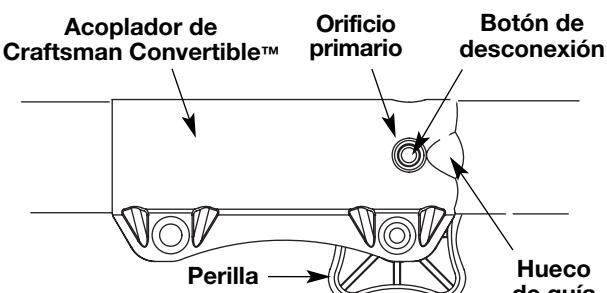
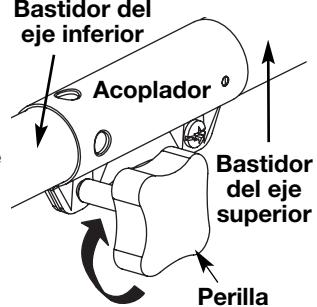

Fig. 9
Fig. 10
3. Mientras que firmemente sostiene el accesorio, empújelo derecho en el acoplador hasta el botón liberador (Fig. 9) se encaja a presión hacia el agujero primario (Fig. 9). El agujero primario está en el lado opuesto del acoplador de la perilla (Fig. 9). La alineación del botón de desconexión con el hueco de guía facilitará la instalación (Fig. 9).
4. Gire la perilla en sentido horario para ajustarla (Fig. 10).
**PRECAUCION :** Trabe el botón de desconexión en el orificio primario (Fig. 9) y ajuste bien la perilla (Fig.10) antes de operar esta unidad.
3. Opima y sostenga el botón de desconexión (Fig. 9).
4. Mientras sostiene el bastidor del eje superior con firmeza, tire del accesorio de corte o accesorio en línea recta fuera del acoplador (Fig. 10).
**PRECAUCION :** Antes de operar esta unidad, cerciórese de que el botón de desenganche esté completamente trancado en el orificio primario (Fig. 9), y que la perilla (Fig. 10) esté suficientemente apretada.